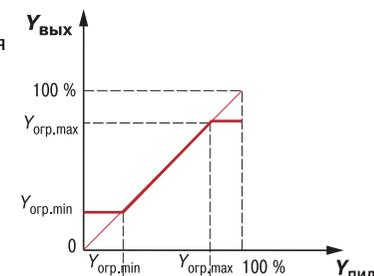

Рис. 14
– максимального  $Y_{огр.маx}$  и минимального  $Y_{огр.мин}$  значений (рис. 14).